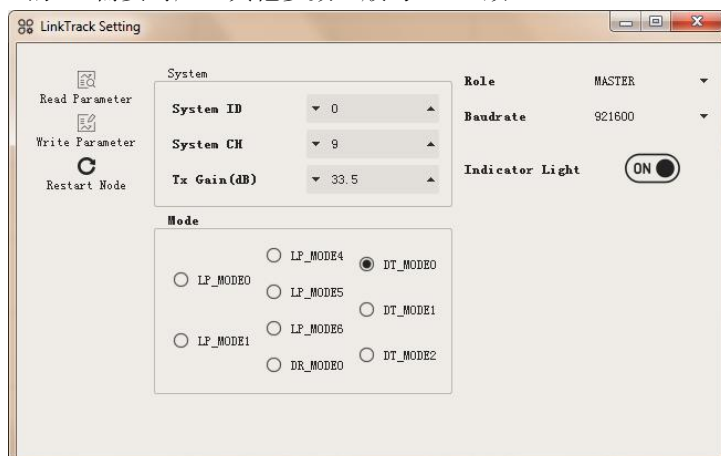
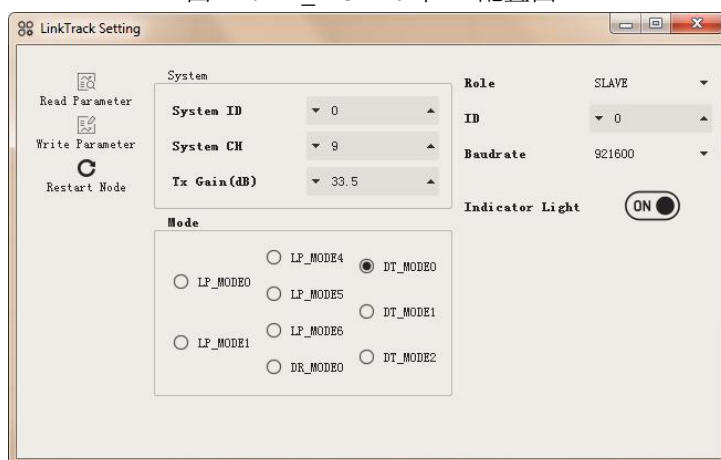

图 12: DT_MODE0 下 M 配置图
图 13: DT_MODE0 下 S0 配置图
1. **【配置系统】**准备 5 个 LT 节点，通过 NAssistant 配置一个节点为 1 个 MASTER，简记为 M；配置另外 4 个节点为 SLAVE，ID 为 S0~S3。图 12 为 M 的配置，图 13 为 S0 的配置，其他 SLAVE 的 ID 需要对应，其他参数一般与 S0 一致。
DT_MODE1 的相关配置参数与 DT_MODE0 基本一致，可参考图 12 及图 13。
DT_MODE2 的相关配置参数与 DT_MODE0 基本一致，可参考图 12 及图 13。